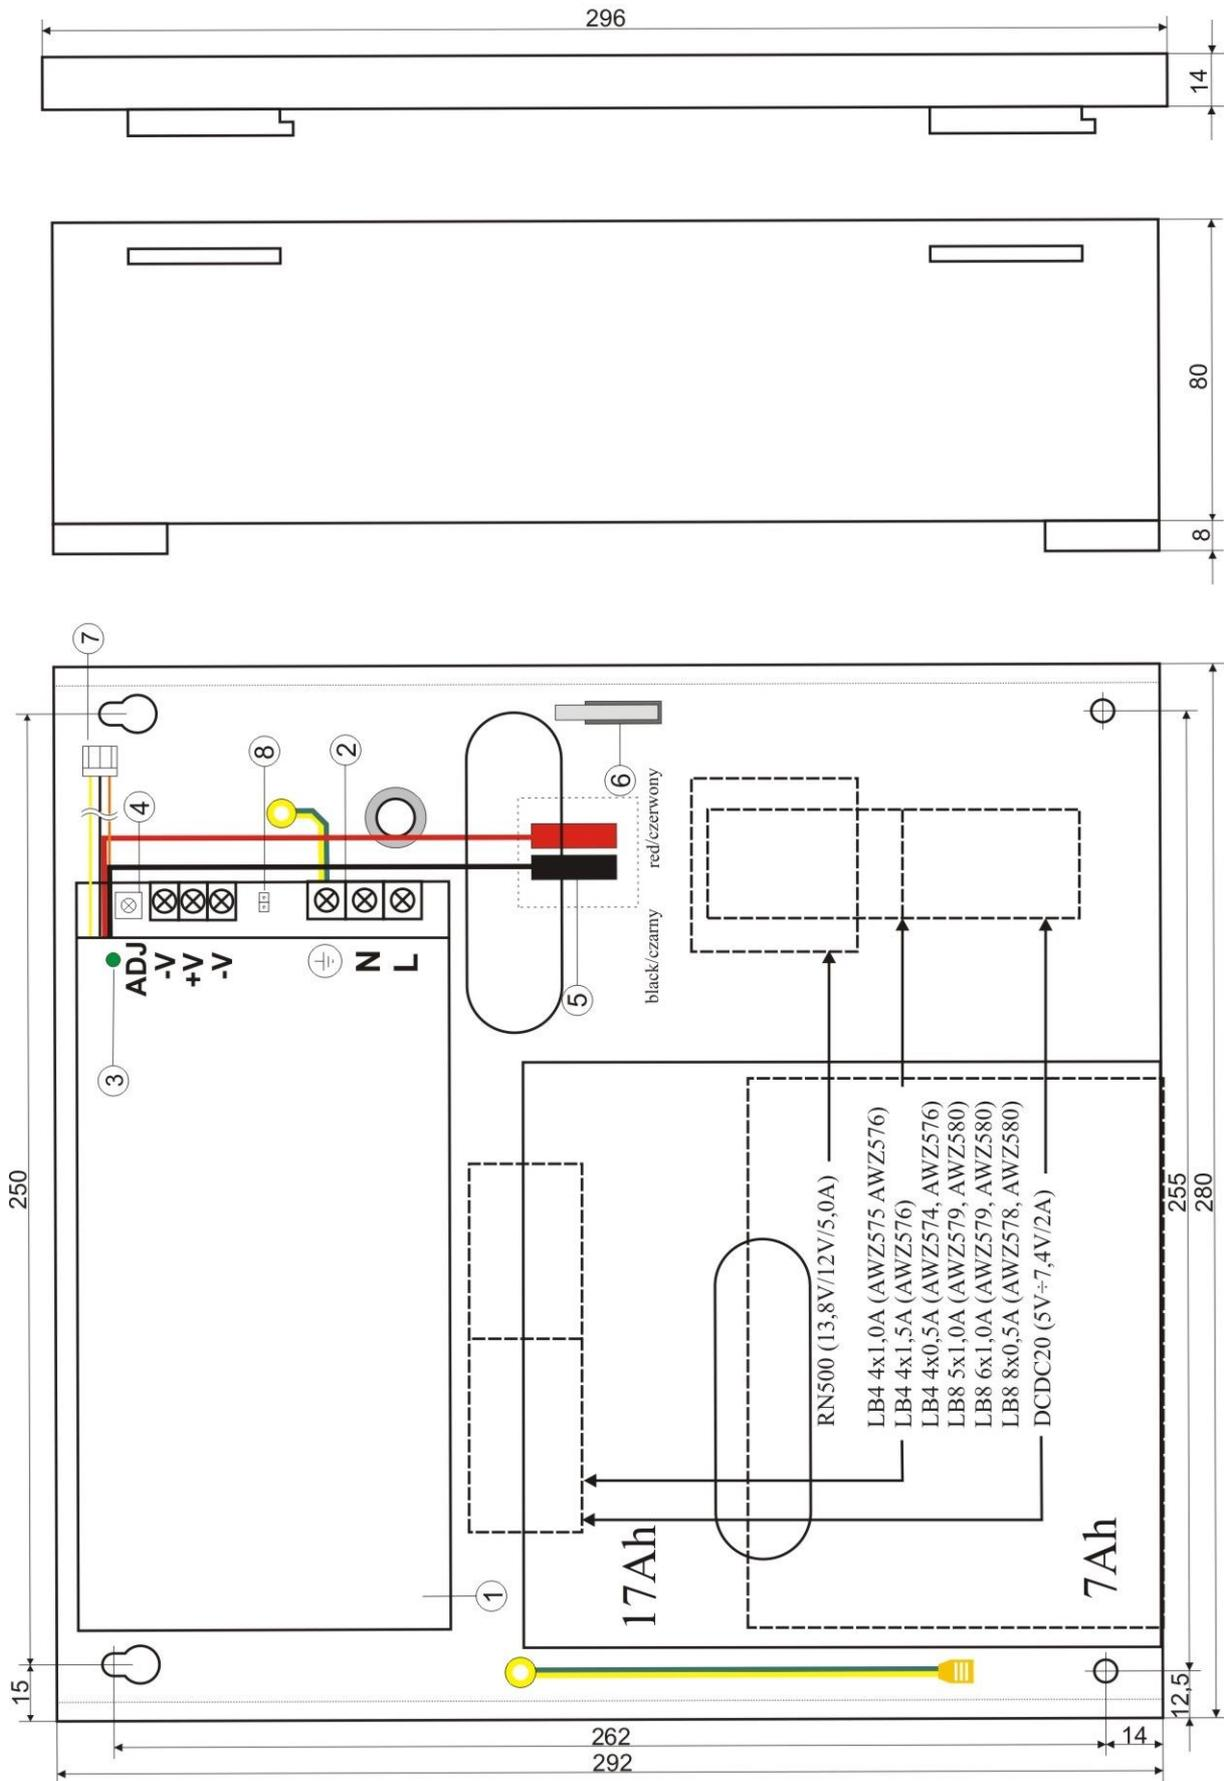

Bild 2. Netzteil-Ansicht.
**1.3 Beschreibung der Elemente und Verbindungen des Netzteils (Tab. 1, Tab. 2, Bild 2).**
Element Nr. [Bild 2]	Beschreibung
Element [Bild 2]	Beschreibung
Befestigung	Siehe Bild 2